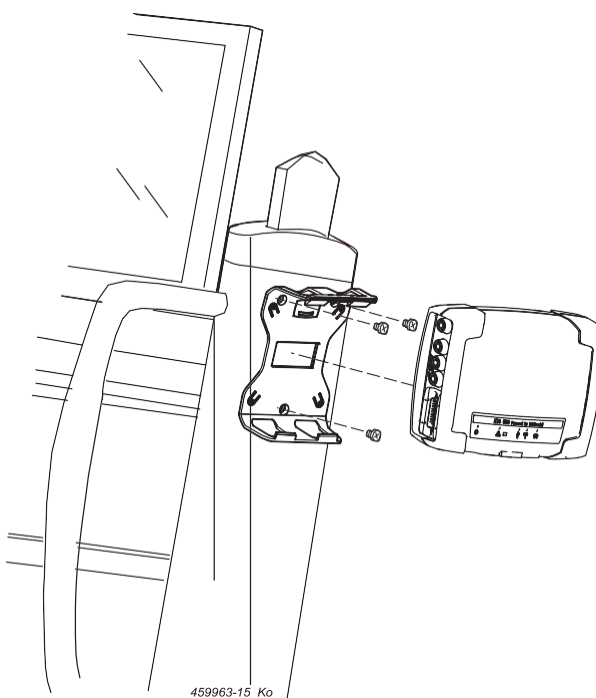

Рис. 7: Монтаж держателя
1. Привинтить держатель входящими в комплект поставки винтами со сфероцилиндрической головкой к каретке (рис. 7).